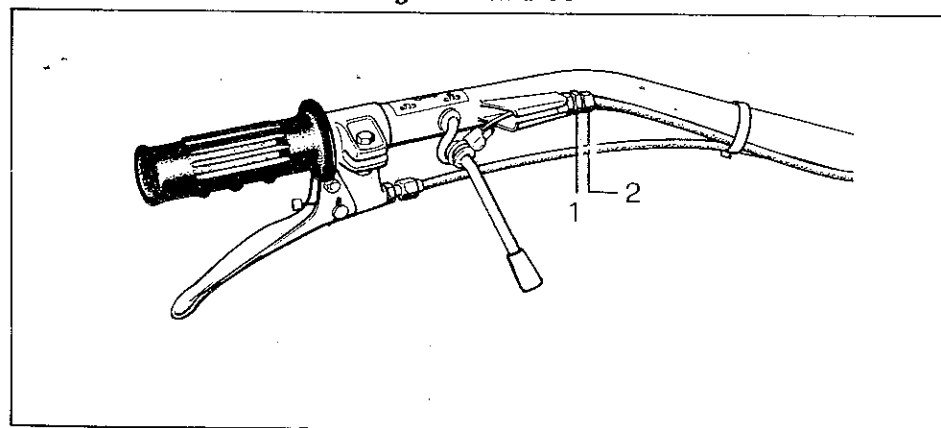

Fig. 18 - Bild 18
1. Allentare il controdado (fig. 18, particolare 1) che fissa il registro (2) alla stegola.
2. Avvitare il registro di regolazione (2) fino al valore desiderato e serrare nuovamente il controdado (1).
1. Unloose jam nut (1, fig. 18) securing set screw (2) to handlebars.
2. Screw down set screw (2) as required and tighten jam nut (1) again.
1. Desserrer le contre-écrou (fig. 18, détail 1) fixant l'écrou de réglage (2) au mancheton.
2. Visser l'écrou de réglage (2) jusqu'à la mesure voulue et re-serrer le contre-écrou (1).
1. Die Gegenmutter (Bild 18, Detail 1) lösen, die den Einsteller (2) mit der Sterze verbindet.
2. Den Einsteller (2) bis zum erwünschten Wert anschrauben und die Gegenmutter (1) wieder anziehen.